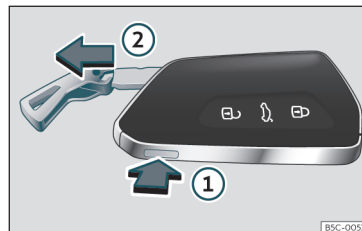

Fig. 67 Chiave del veicolo: estrarre lo spadino della chiave.
- Premendo una volta il pulsante»» **fig. 67** ① si sblocca la chiave e compare un occhiello che funge da portachiavi.
- Tenere premuto il pulsante ① e contemporaneamente tirare l'occhiello in direzione della freccia»» **fig. 67** ② per estrarre completamente lo spadino della chiave.